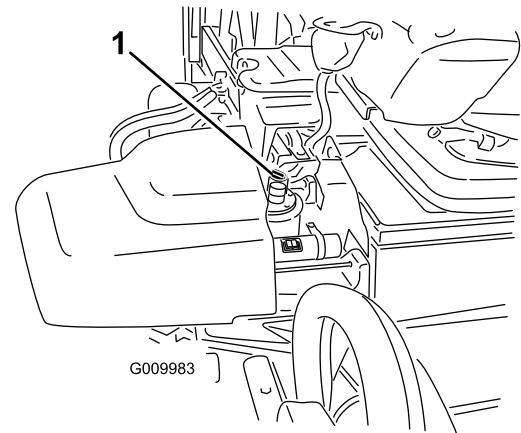

Bild 17
3. Reinigen Sie den Bereich um den Einfüllstutzen und den Deckel des Hydraulikölbehälters (Bild 17). Drehen Sie den Deckel vom Einfüllstutzen ab.